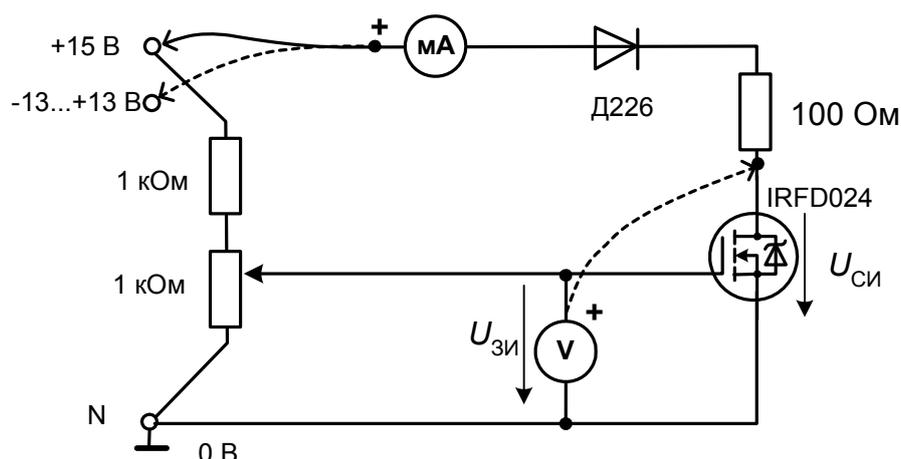

Рис. 6.9
1. Соберите цепь для снятия характеристик транзистора (рис. 6.9). Диод Д226 включен в схему для предотвращения подачи отрицательного напряжения на транзистор при снятии выходных характеристик. Диод, показанный внутри микросхемы IRFD024 является паразитным элементом, обусловленным конструкцией р-п переходов в транзисторах подобного типа. После проверки схемы преподавателем подайте питание на панель выключателем «СЕТЬ».